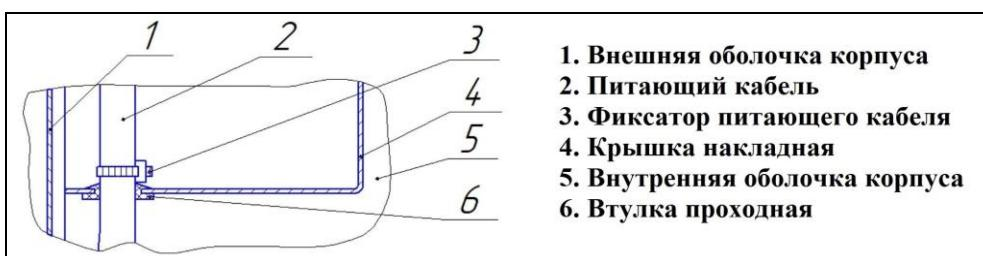

Рис.3 Фиксация кабеля
4.6 Предохранением кабеля питания от выдергивания путем фиксации к корпусу обогревателя (Рис. 3).